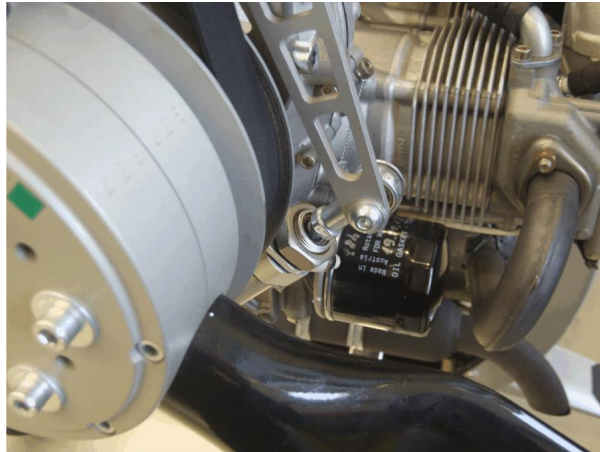

Abb. 3 - Ausreichend Weg (Kolben darf nicht im Anschlag sein)
- 4 Prüfen, dass der Pneumatikzylinder bei Aktivierung der Kupplung nicht im Anschlag ist (Riemen kurz genug). Dazu Prerotator aktivieren (Motor aus) bis der Riemen voll gespannt ist. Wenn man nun mit der Hand den Betätigungshebel spürbar weiter drücken kann, ist der Zylinder nicht in seinem Anschlag (Abb. 3).